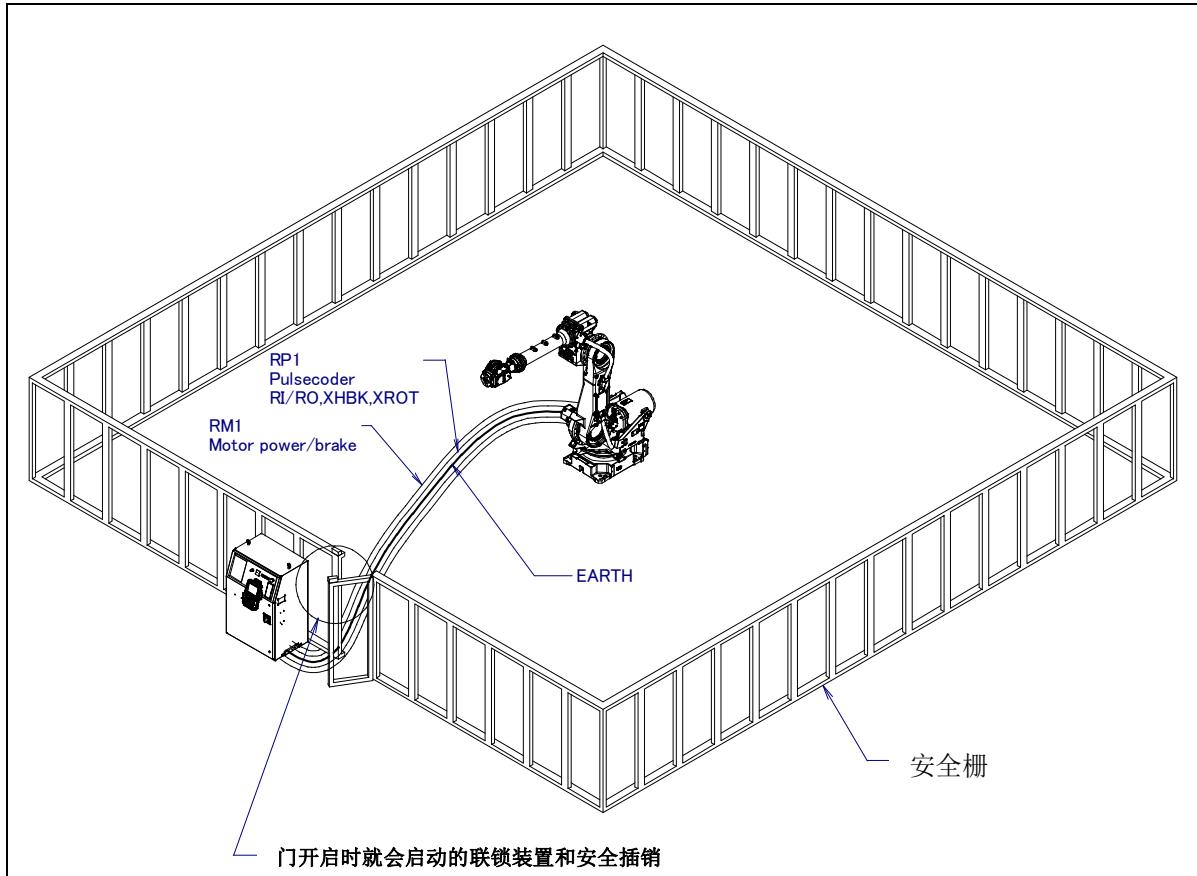

图 2.4.2 (a) 安全栅栏和安全门
- (9) 在进行外围设备的个别调试时，务必断开机器人的电源后再执行。
- (10) 在使用操作面板和示教器时，由于戴上手套操作有可能出现操作上的失误，因此，务必在摘下手套后再进行作业。
- (11) 程序和系统变量等的信息，可以保存到存储卡等存储介质中（可选购项）。为了预防由于意想不到的事故而引起数据丢失的情形，建议用户定期保存数据（见控制装置操作说明书）。
- (12) 搬运或安装机器人时，务必按照 FANUC 公司所示的方法正确地进行。如果以错误的方法进行作业，则有可能由于机器人的翻倒而导致使用者受重伤。
- (13) 在安装好以后首次使机器人操作时，务必以低速进行。然后，逐渐地加快速度，并确认是否有异常。
- (14) 在使机器人操作时，务必在确认安全栅栏内没有人员后再进行操作。同时，检查是否存在潜在的危险，当确认存在潜在危险时，务必排除危险之后再进行操作。
- (15) 在连接与停相关的外围设备（安全栅栏等）和机器人的各类信号（外部急停、栅栏等）时，务必确认停的动作，以避免错误连接。
- (16) 有关架台的准备，按照图 2.4.2 (c)，在安装或者维修作业时，请十分注意高地作业的安全。应考虑脚手架和安全皮带安装位置的确保。